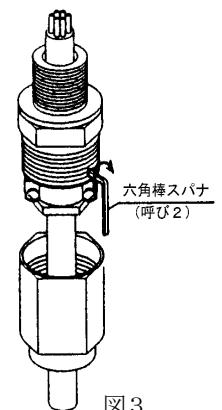

図3
- 4) ニップルにパッキンとスリップリングを入れ、グラウンドをねじ込み、パッキンを圧縮します。なお、ケーブル径によって異なりますが、パッキン締付けの基準としては、パッキン内径とケーブル外径とが一致した点 (ケーブルを軽く引っ張り、ケーブルが動かない点) から**1回転グラウンドをねじ込んで**ください。この時、クランプ板が取付けにくい位置にきた場合は、グラウンドをその位置から**±1/3 回転の範囲で調整**してください。そして、緩めておいたグラウンド緩み止め用止めねじをねじ込んでください。 (図3)